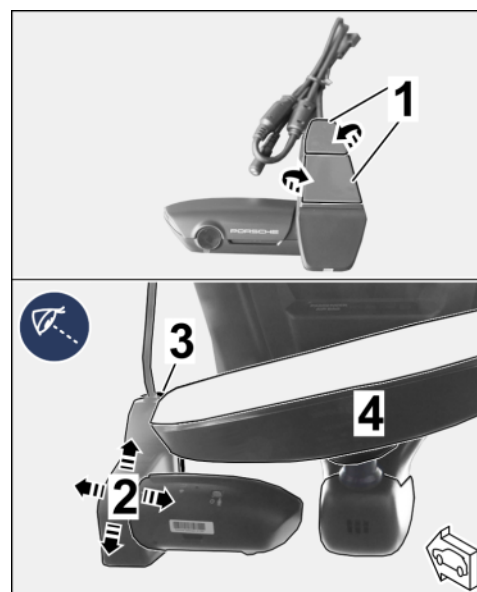

Bild 10
2.2.4 Schutzfolien von Halteplatte Frontkamera abziehen (⇒ Bild 10 -oben-).
Frontkamera mit Halteplatte symmetrisch zur Sichtschutzfolie 3M ausrichten (⇒ **Bild 10 -unten-**).